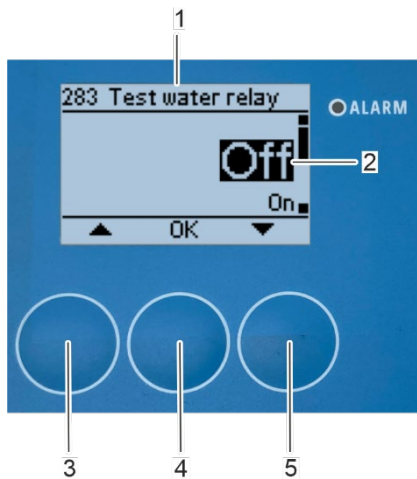

Figura 151: Desactivar el relé del agua
⇒ Aparecerá en pantalla el submenú «283 Prueba del relé del agua» (Figura 151/1).
6. Seleccione «Desactivado» (Figura 151/2) mediante los botones de flecha [arriba] (Figura 151/3) y [abajo] (Figura 151/5).
7. Confirme la selección pulsando [Aceptar] (Figura 151/4).